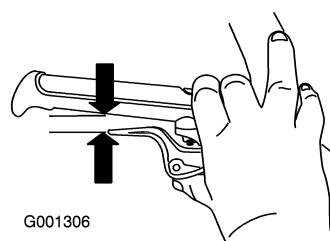

Figure 9
5. Serrez le levier complètement contre le mancheron, puis vérifiez l'écartement entre le bas du mancheron et l'extrémité du levier d'embrayage de roue (Figure 9).